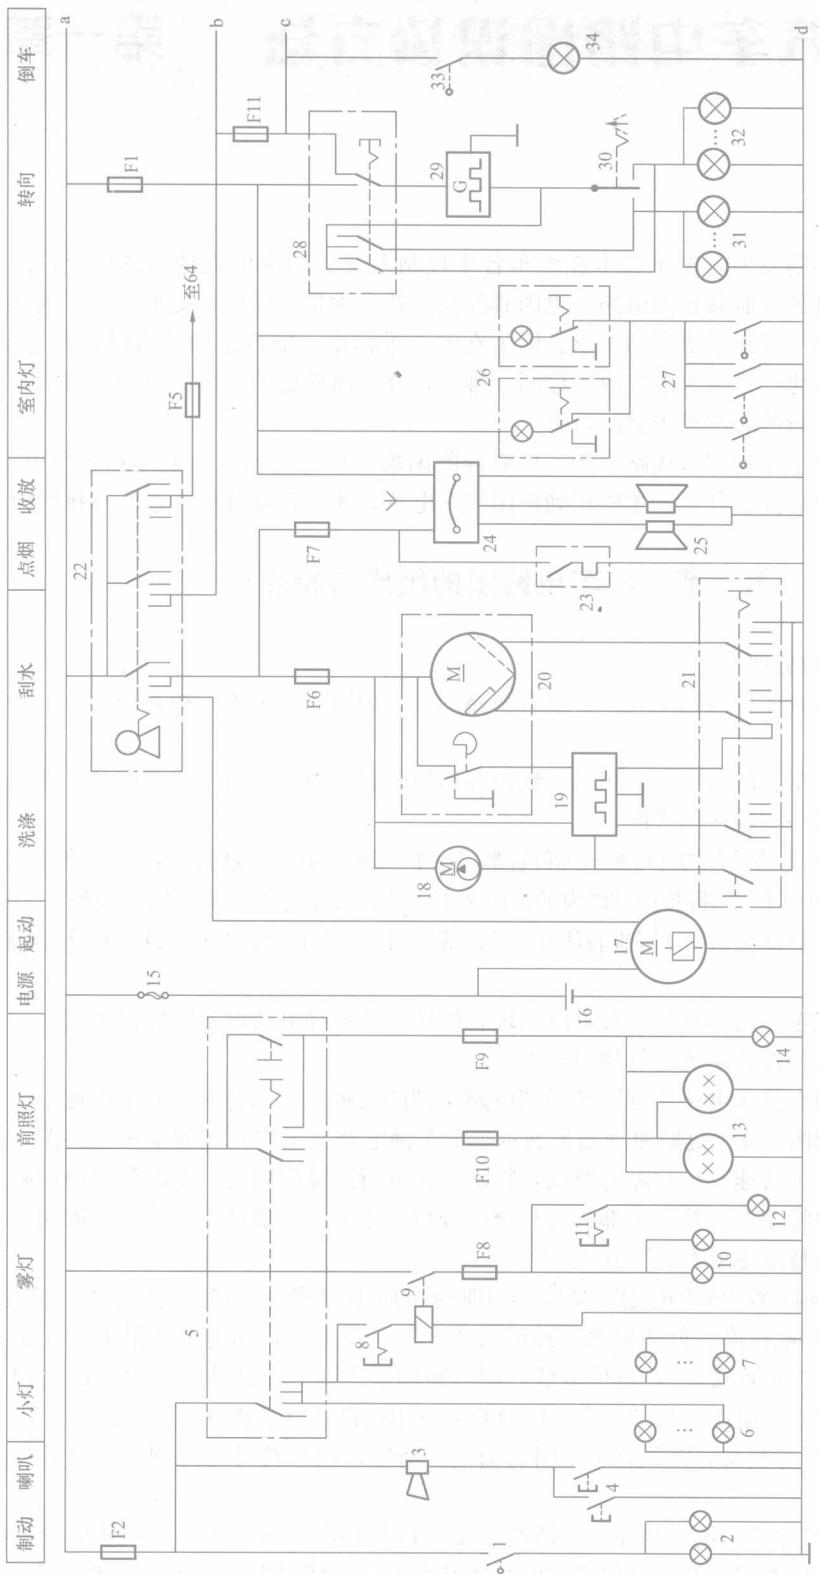
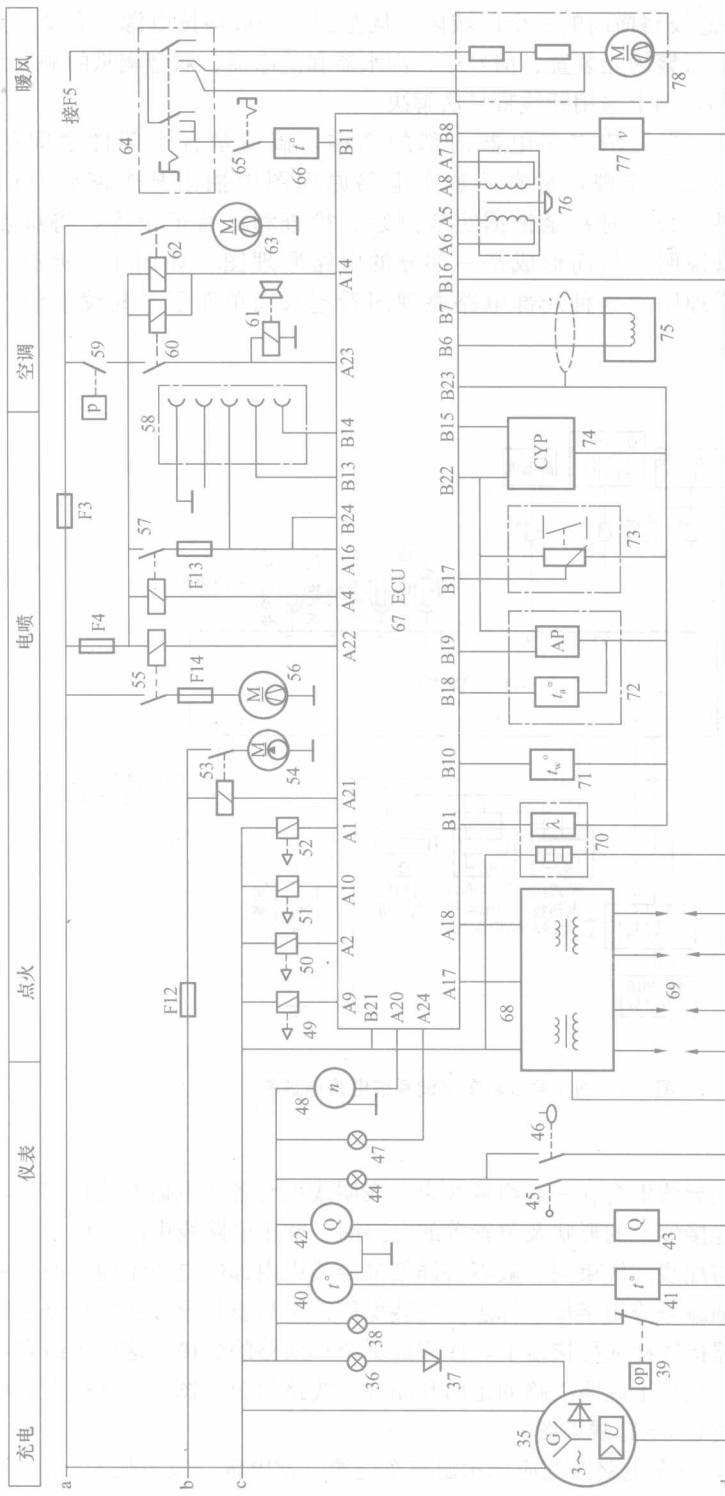

图 1-1 上海通用五菱之光 LZW6371 微型电喷汽车电气原理图 (一)
图 1-2 上海通用五菱之光 LZWG371 微型电喷汽车电路原理图 (二)
- 4) 各局部电路（或称子系统）相互关系清楚，发电机与蓄电池间、各个子系统间的连接点尽量保持或接近原位，熔断器、开关及仪表等的接法基本上与原理图吻合，便于识读分析。上海通用五菱之光 LZW6371 微型电喷汽车电路原理图如图 1-1、图 1-2 所示。